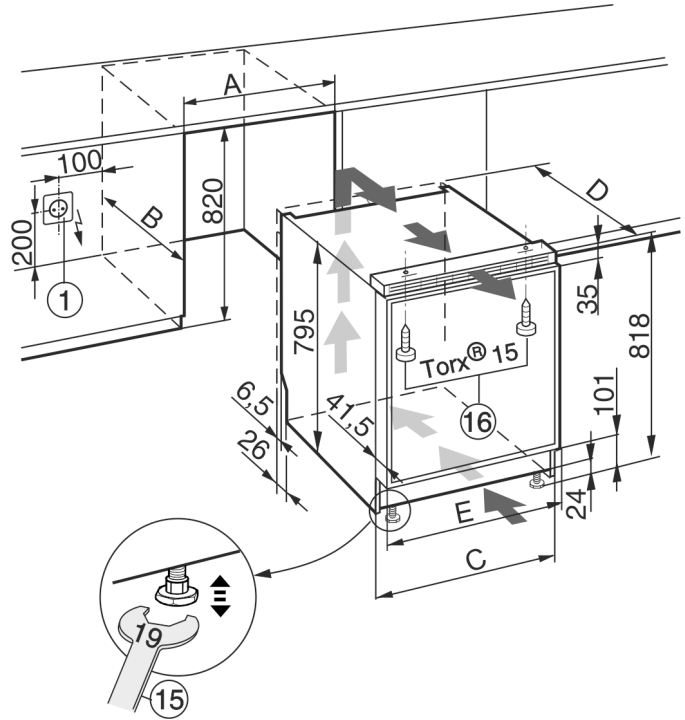

Fig. 12
- ☐ La caja de enchufe Fig. 12 (1) debe estar ubicada junto al aparato y ser fácilmente accesible.
- ▶ Alinee el aparato mediante las patas de ajuste con la ayuda de la llave de boca Fig. 12 (15) suministrada.
- ▶ Fije el aparato con los tornillos Fig. 12 (16) suministrados en la parte superior de la encimera o en el mueble de cocina.